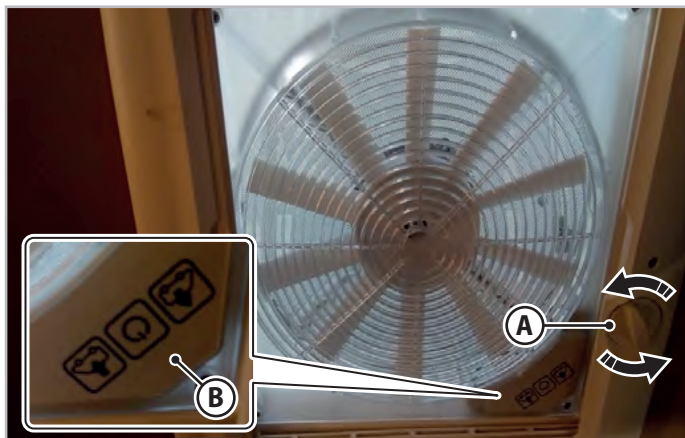

Fig. 6.9 - Oblò con volantino di apertura
Ruotando il volantino di apertura (**A** - Fig.6.9) nei due sensi di rotazione l'oblò viene sollevato (per l'apertura) o abbassato (per la chiusura). È possibile regolare l'apertura dell'oblò in qualsiasi posizione intermedia.
Per utilizzare la funzione di ventilazione e aspirazione, aprire l'oblò con il volantino (**A** - Fig.6.9) e selezionare la funzione di ventilazione con ingresso di aria (IN) o aspirazione (OUT) usando il tastierino (**B** - Fig.6.9).